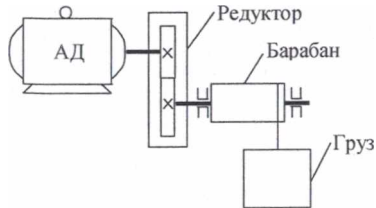

Рис.1
1.1. Для главного привода подъемного механизма, выполненного по кинематической схеме, приведенной на рис.1, в соответствии с индивидуальным заданием выбрать асинхронный электродвигатель (АД) с фазным ротором. Режим работы электропривода - повторно-